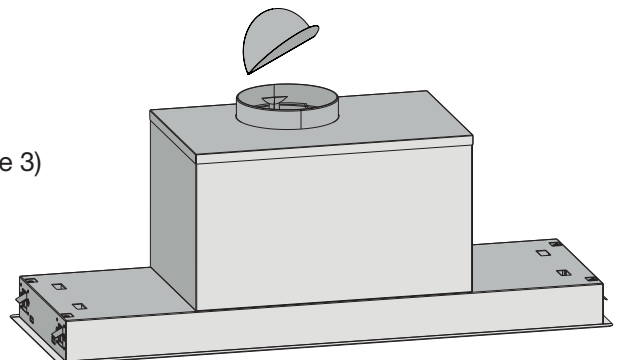

Figure 3
- Fixez l'obturateur du clapet sur le dessus du ventilateur. (Voir figure 3)